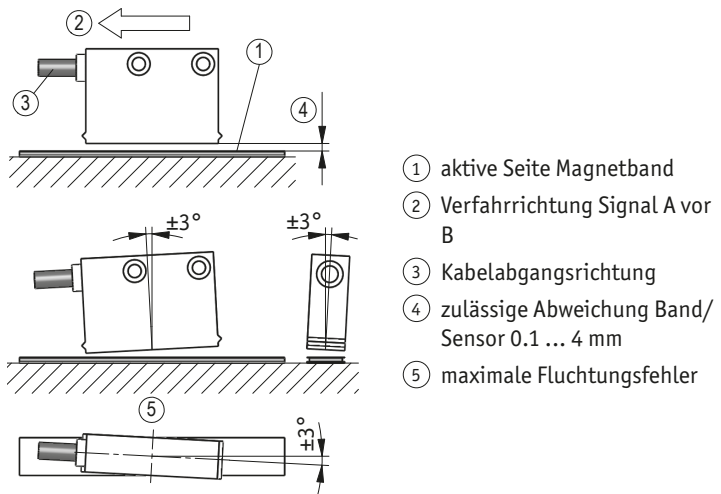

Abb. 6: Definition der Zählrichtung mit Magnetband und Montage Sensor/Magnetband, Abstandsmaße, Toleranzen
► Auf richtige Ausrichtung des Magnetsensors achten, damit die optimale Abtastung gewährleistet ist (siehe **Abb. 6**).
- Die Abstandstoleranzen wurde nicht über die gesamte Messstrecke eingehalten (siehe Abb. 6).